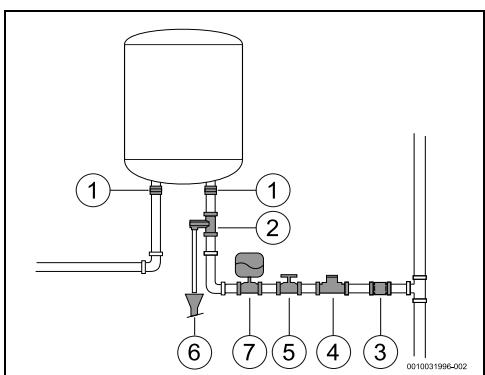

Fig. 13
- ▶ Închideți armătura de închidere a apei (→ Fig. 13, [5]).
- ▶ instalați o supapă reductoare (Fig. 13, [4]). Supapa de preaplin este activată întotdeauna atunci când presiunea apei de la nivelul rezervorului depășește 8 bar ( $\pm 1$  bar), iar apa evacuată trebuie să fie eliminată.
- ▶ Instalați un vas de expansiune (Fig. 13, [7]) pentru a evita deschiderea supapei de preaplin în mod frecvent. Volumul vasului de expansiune trebuie să fie echivalent cu 5% din volumul aparatului.